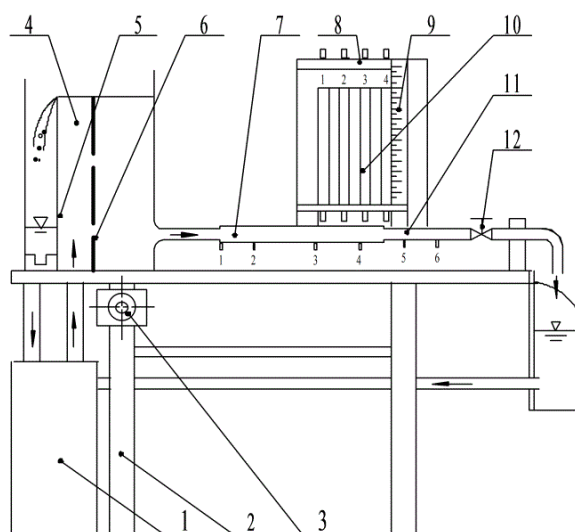

图 1: 局部阻力实验装置图
3. 现备一段长度及联接方式与调节阀 (图 1) 相同，内径与实验管道相同的直管段，如何用两点法测量阀门的局部阻力系数？